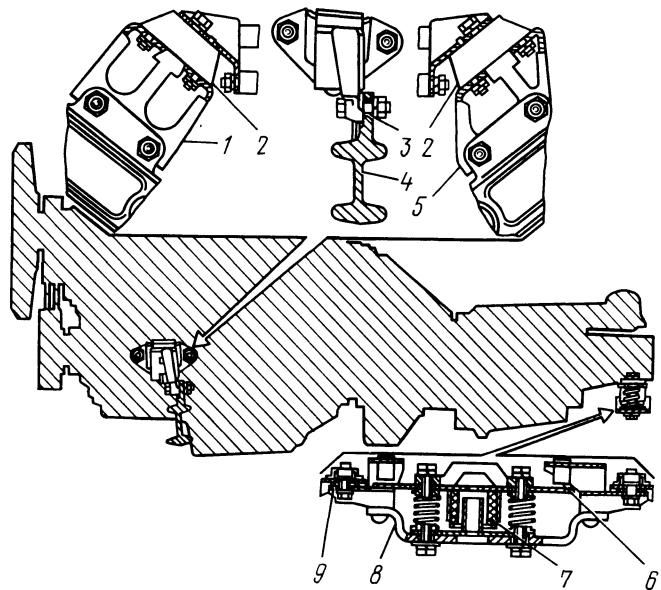

Рис. 37. Подвеска двигателя:
**Подвеска двигателя** (рис. 37) состоит из двух резиновых подушек в передней части двигателя, расположенных по его обеим сторонам, и задней пружинной опоры под удлинителем коробки передач.